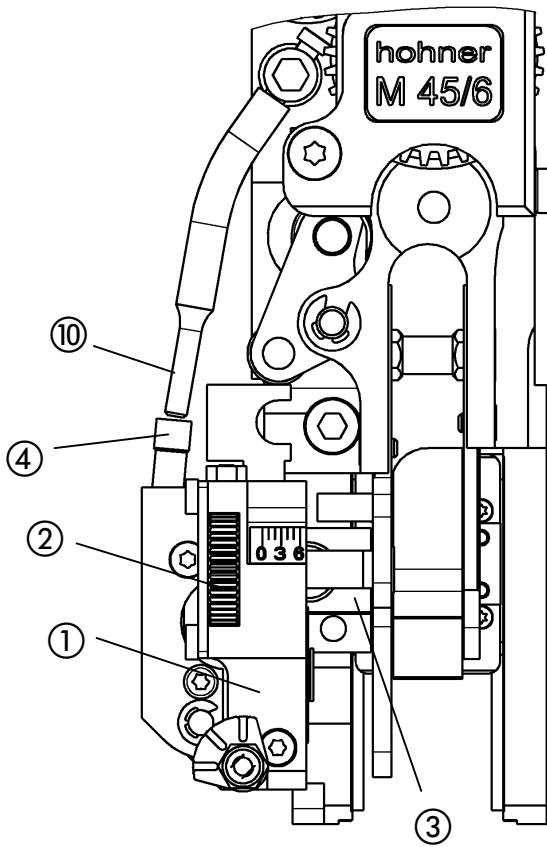

Fig. 23
- Fig. 23 -
- Para cambiar la cuchilla desplazar hacia fuera la caja portacuchillas ① girando la moleta ② totalmente fuera de la guía ③ y retirar del cabezal cosedor.
- Volver a montar la guía deslizante de la cuchilla ⑤ de nuevo en la caja portacuchillas ① (Flecha B). En este caso presionar junto el resorte de compresión de la guía deslizante de la cuchilla con un destornillador e introducirlo en la caja portacuchillas. Observe que el resorte de compresión no se doble.
- Colocar la caja portacuchillas ① en la guía ③.
- Encajar la guía flexible del alambre en el manguito ④ de la caja portacuchillas.